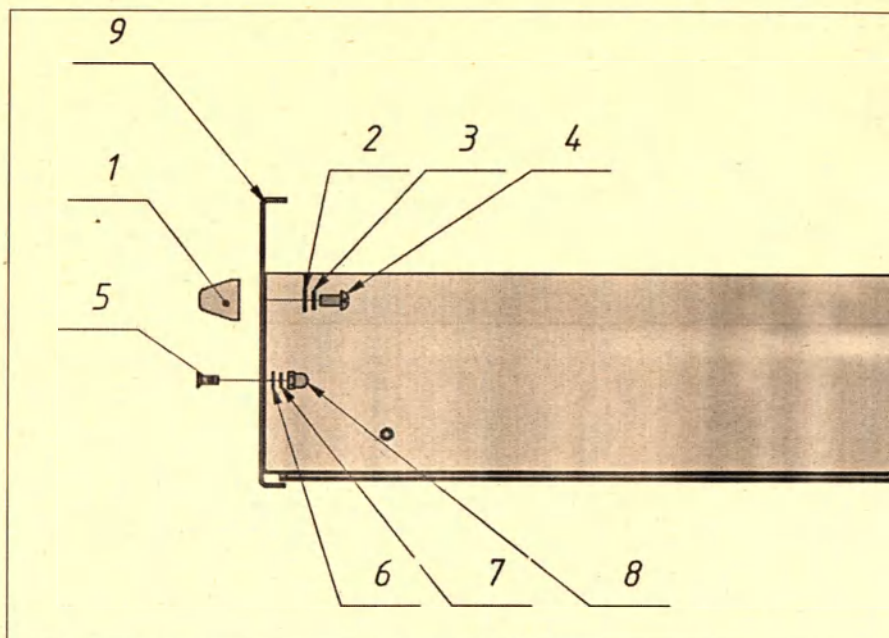

Рисунок 3
8.2.4. Установить переднюю панель на ящик согласно рис.3 используя винт М3х8 (потайная головка), шайбы, колпачковые гайки, прикрутить ручку.